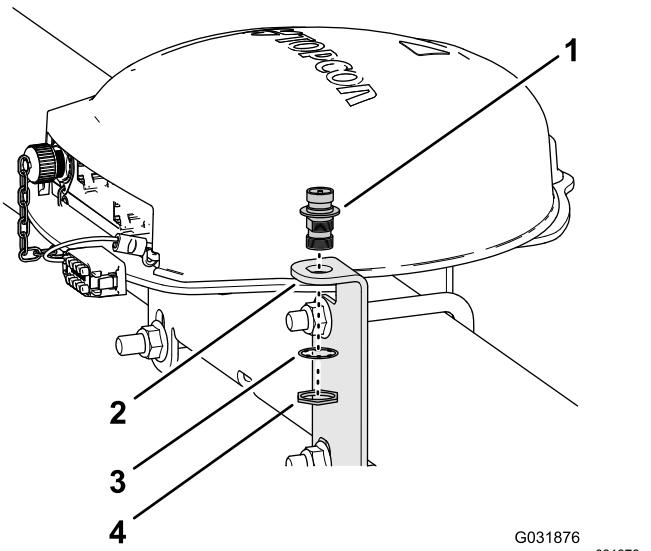

Figura 127
2. Montate l'accoppiatore coassiale sulla staffa dell'antenna con la rondella di bloccaggio e il controdado e serrate manualmente il controdado (Figura 127).